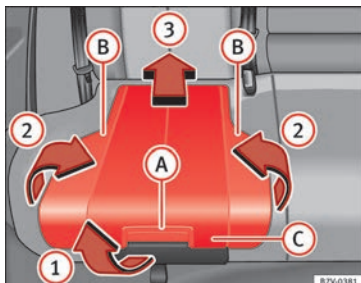

Bild 93 Integrerade barnstolar: lyft upp dynan
- Dra upplåsningsspaken » **bild 93** (A) på dynan i pilens riktning » **bild 93** (1).
- Fäll upp båda sidorna » **bild 93** -- i pilens riktning » **bild 93** (2).
- Tryck dynan bakåt » **bild 93** (C) i pilens riktning » **bild 93** (3) till den hakar fast.